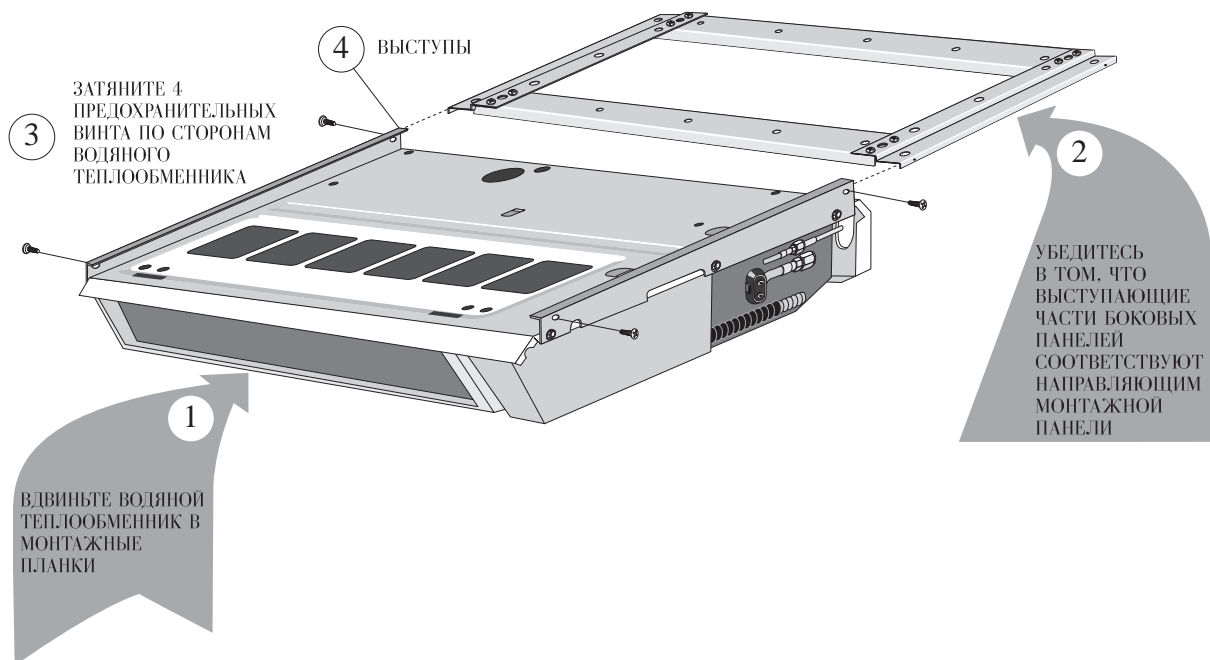

Рис. 6
- С помощью 4 боковых винтов закрепите водяной теплообменник на установочном кронштейне (см. рис. 6).